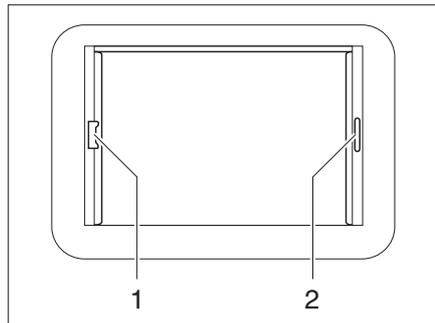

Bild 49 Heki-Dachhaube, Rollo-Verriegelung
- faltverdunklung am Griff (Bild 49,2) ausziehen und an gewünschter position loslassen. Die faltverdunklung bleibt in dieser position stehen.
- Insektenschutzrollo am Griff (Bild 49,1) zum gegenüberliegenden Griff der faltverdunklung (Bild 49,2) ziehen und einrasten lassen.
- Griff des Insektenschutzrollos hinten nach oben drücken und Insektenschutzrollo an der faltverdunklung (Bild 49,2) aushängen.